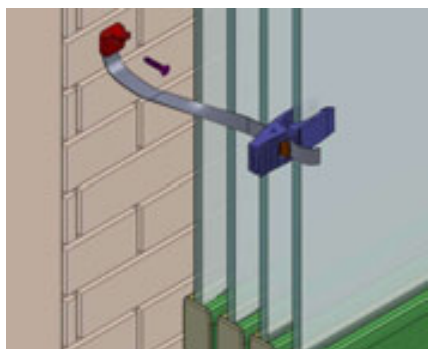

Figura A6
- Sujetar el soporte de pared mediante el tornillo correspondiente sujetando también de esta manera la cinta. (figura A6).